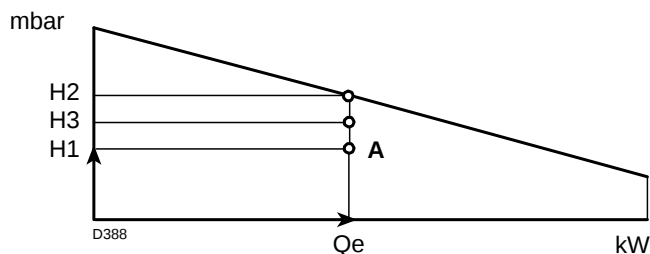

Fig. 3
H1 = pressione in camera di combustione punto A)(Fig. 3) che deve rimanere entro il campo di lavoro
- Se H3 è maggiore di H1, come in Fig. 3, il bruciatore può erogare la portata richiesta.